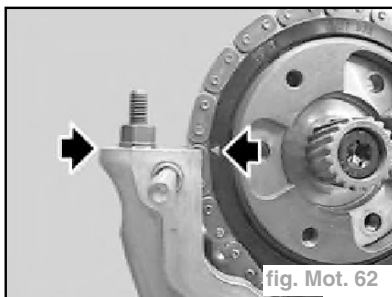

fig. Mot. 62
- Positionner le pignon sur la chaîne. (fig. Mot. 62)
- Contrôler que le repère est toujours dans sa position. (fig. Mot. 62)